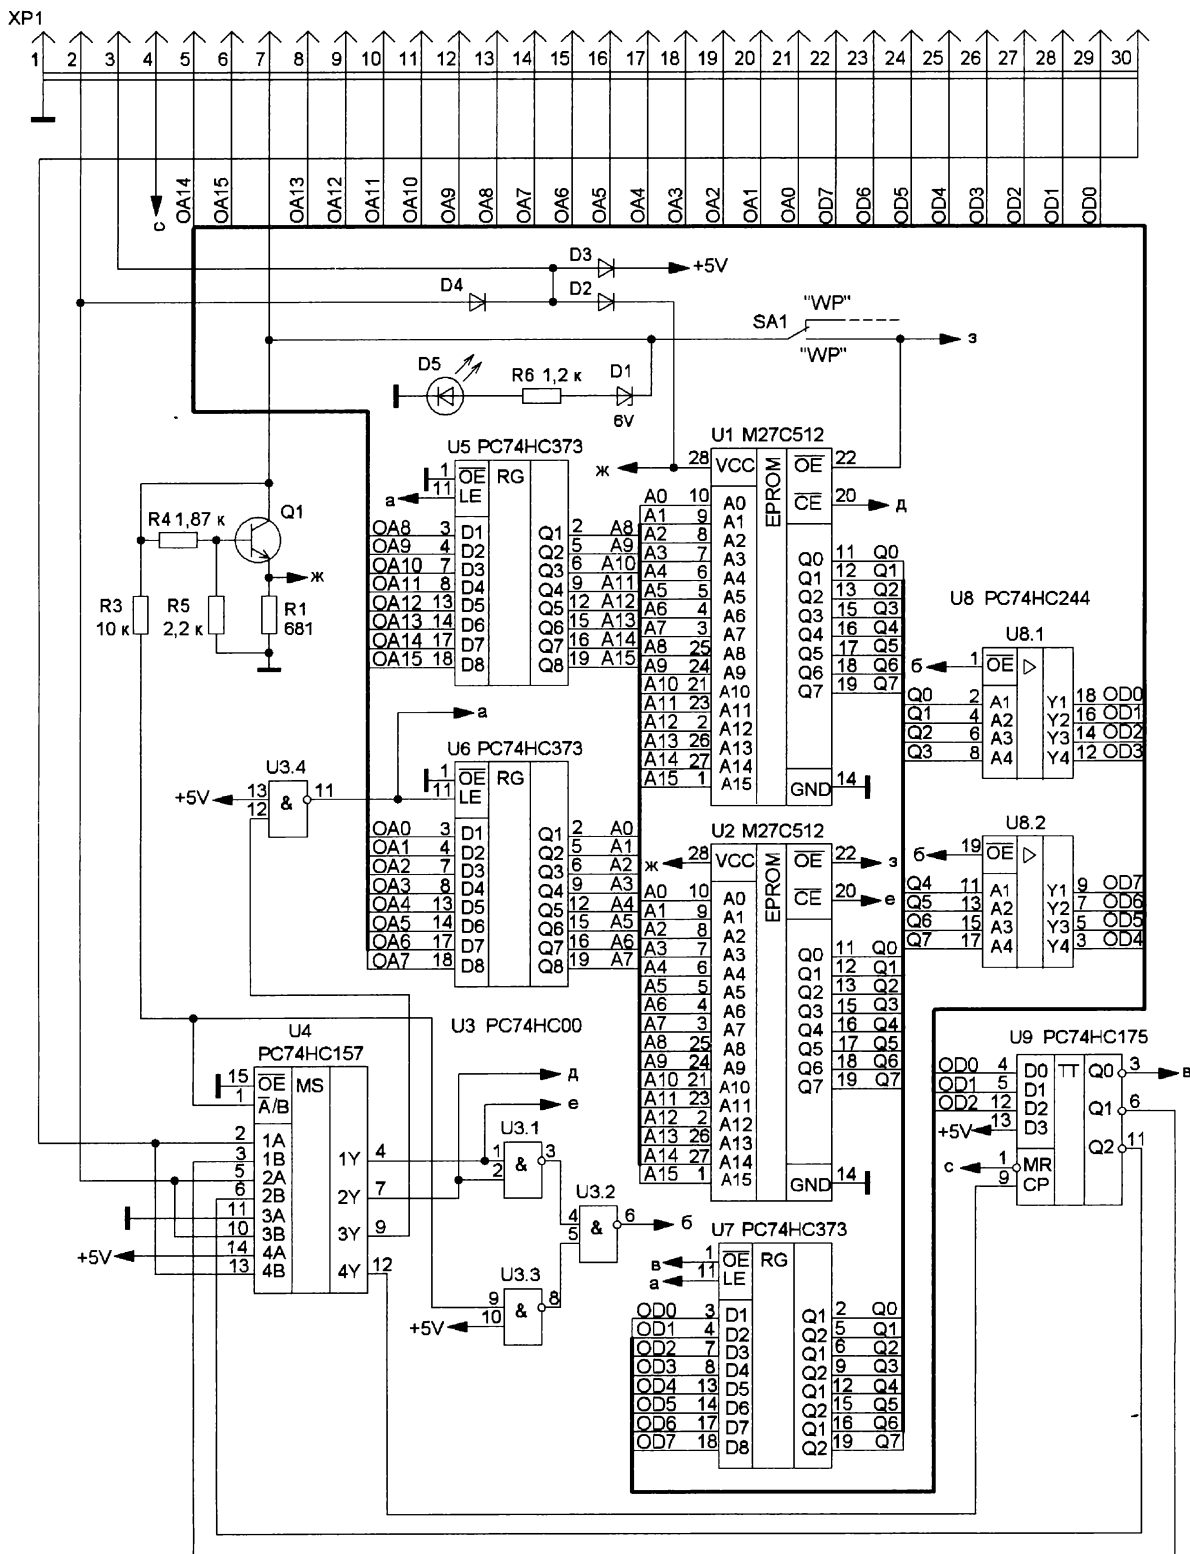

Рис. 1
**Обратите внимание!** На схеме блока управления (рис. 1 на с. 38 в № 3, 2022 г.) выв. 18 микросхемы DD1 надо заменить на выв. 16.
В результате пришлось воспользоваться формулой "спасение утопающих — дело рук самих утопающих". На рис. 1 приведена схема модуля памяти EP128, восстановленная "вручную". Нумерация элементов соответствует маркировке на плате, питание большинства микросхем не показано. Тип использованной памяти — EEPROM с УФ-стиранием, на сегодняшний день ещё не редкость, как и сами устройства УФ-стирания. Обращает на себя внимание нетрадиционность схемного решения модуля. Если чтение информации выполнено типовым способом — подачей соответствующего напряжения на выходы SE микросхем EEPROM U1 и U2, то алгоритм записи реализован гораздо сложнее — через мультиплексор U4 и набор триггеров U9. Скорее всего, такой путь был выбран из-за недостаточной разрядности шины управления, разряды которой заняты преимущественно управлением периферией в PLC, в результате чего для управления модулем памяти остаются только четыре разряда. Алгоритмы управления модулем памяти в режимах чтения/записи хорошо отслеживаются в исходной программе, снабжённой подробными комментариями.